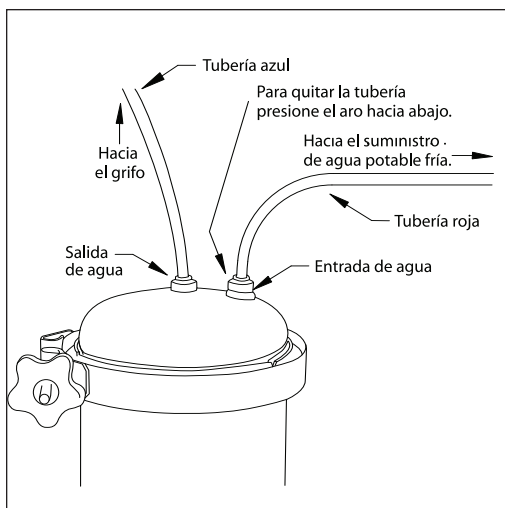

Figura 2
1. Ubique el área de la tubería de agua fría para instalar los adaptadores de 1/2 pulgada (4).
4. Enrosque la válvula de conexión (5) en la parte superior del adaptador.
5. Enrosque el otro adaptador (4) en la parte superior de la válvula de conexión.
7. Coloque la tubería roja (3) a presión en el adaptador.
8. Presione el extremo opuesto de la tubería en el conector de **entrada de agua** de la tapa de acero inoxidable (6), como se muestra en la Figura 2.
4. Coloque la tubería roja (3) a presión en la válvula de conexión.
5. Presione el extremo opuesto de la tubería en el conector de entrada de agua de la tapa de acero inoxidable (6), como se muestra en la Figura 2.
Para conectar el grifo a la unidad, presione la tubería azul desde el grifo hacia el conector de salida de agua de la tapa de acero inoxidable (6), como se muestra en la Figura 2.
Ubique la caja de control del indicador de vida útil del filtro (12) como se muestra en la Figura 1, contra la pared posterior debajo del mostrador. Asegúrela a la pared con Velcro (incluido). Conecte la tubería azul que está sujeta al grifo del PiMag Deluxe al conector de salida de la caja del indicador de vida útil del filtro. (La flecha en la caja del indicador de vida útil del filtro muestra la dirección de la corriente; ésta apunta a la salida.) Conecte un extremo de la tubería azul proporcionada en el lado de entrada de la caja del indicador del filtro. Conecte el otro extremo al conector de salida de la tapa de acero inoxidable (6) como se muestra en la Figura 2.
1. Cierre el suministro de agua fría. Desconecte la tubería de la parte superior de la tapa de acero inoxidable presionando el aro hacia abajo y sacando la tubería hacia arriba (vea la Figura 2).